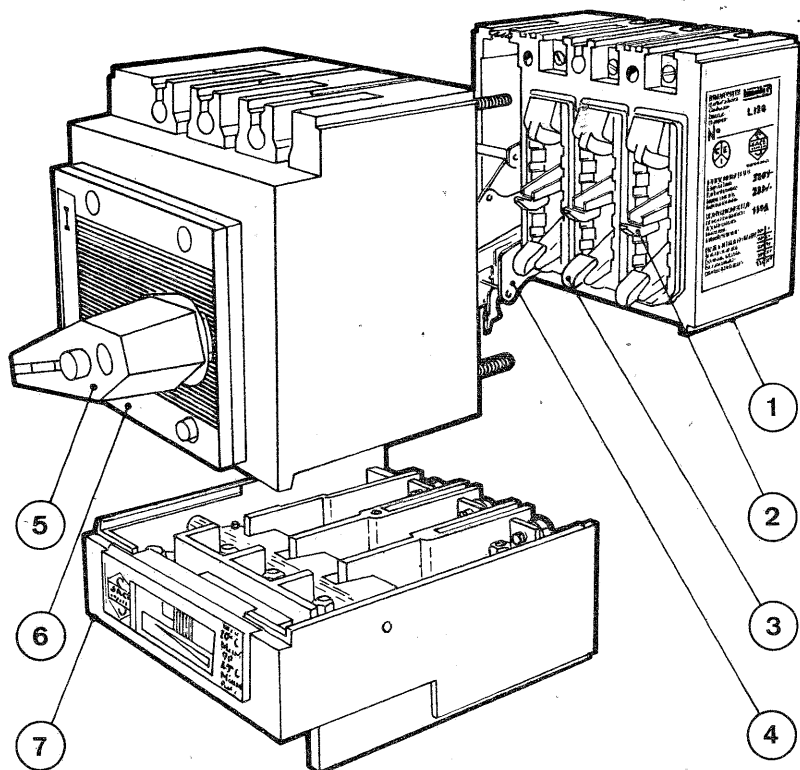

fig. 1
1.2. Parti fondamentali (fig. 1)	» 4
1.3.1. Comando a maniglia rotante (fig. 1) - (5)	» 6
1.2. Parti fondamentali (fig. 1)
1.3.1. Comando a maniglia rotante (fig. 1) - (5)